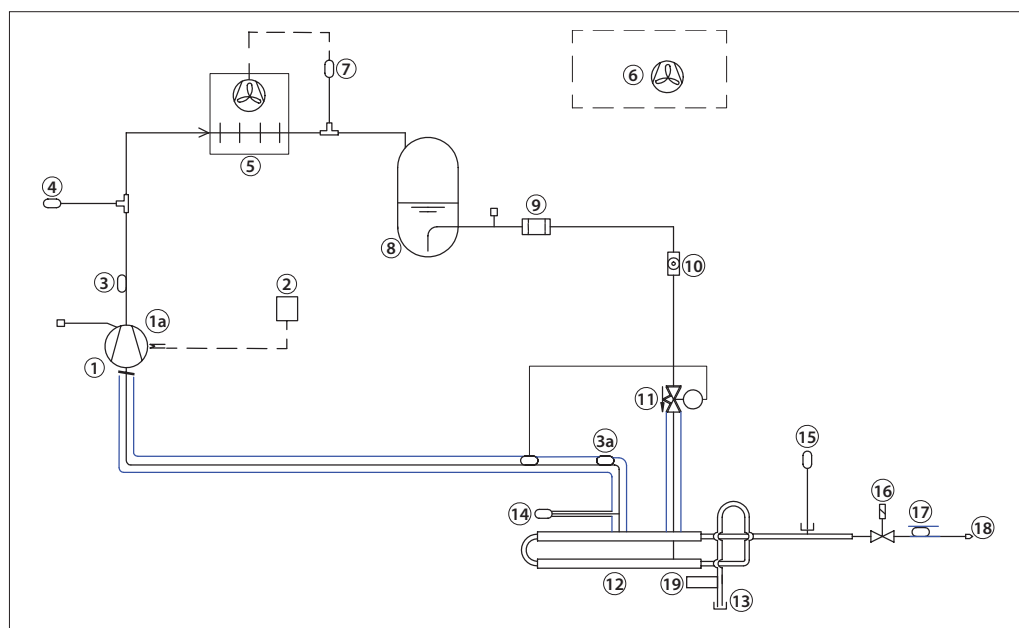

Fig. 1 Layout do R452A do purgador
** Consulte a Fig. 1 e Fig. 10a
Apenas 1 conexão mecânica é necessária para o purgador (consulte a Fig. 1). O fluxo de amônia/gases não condensáveis da planta principal é realizado através do flange para amônia (consulte 13 na Fig. 1 abaixo), enquanto a purga dos gases não condensáveis é realizada através do tubo de escape depois do restritor de purga (18).